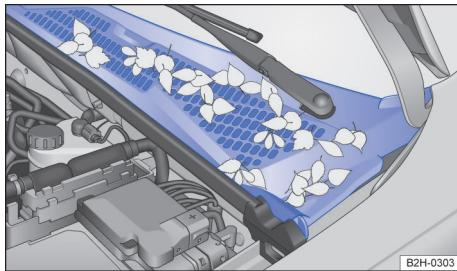

Fig. 203 Entre o compartimento do motor e o para-brisa: caixa coletora de água (representação esquemática).
Remover folhagens e outros objetos soltos com um aspirador ou com a mão → Fig. 203 → ①. A limpeza do compartimento do motor deve ser sempre realizada por uma Concessionária Volkswagen ou uma empresa especializada → ▲.